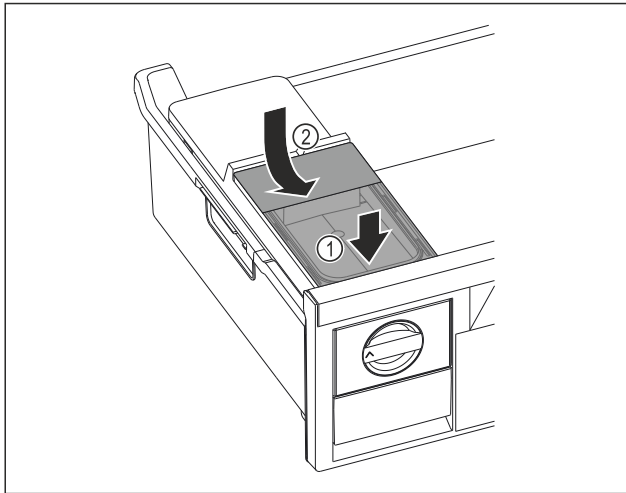

Fig. 76
- ▶ Placer le réservoir d'eau à l'avant. Fig. 76 (1)
- ▶ Abaisser le réservoir d'eau à l'arrière. Fig. 76 (2)